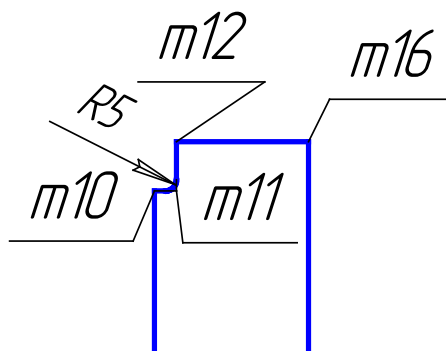

Рис. 130
7.2. Встановити курсор на відрізьку $m10$ - $m11$ і клацнути, потім – на відрізьку $m11$ - $m12$ і клацнути (рис. 130).